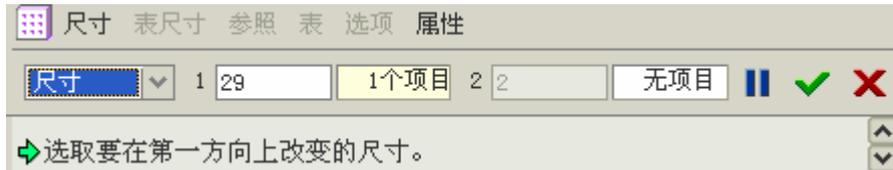

图 35-24
- (3) 如图 35-24 所示，在特征操控板中输入在该尺寸方向的阵列子特征数量为 29（包含原始特征）。